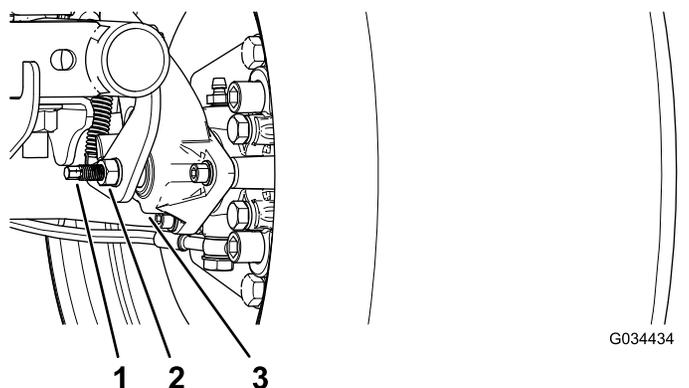

图 53
3. 使用 2 个扳手用 1 个扳手控制住制动盘上的调节杆用另一个扳手将锁紧螺母拧松 1/4 圈 图 53。
4. 在将调节杆和锁紧螺母固定在位的同时旋入调节杆直至旋紧 图 53。
5. 在将调节杆和锁紧螺母固定在位的同时向回倒旋 1/4 圈 图 53。
6. 在将调节杆和锁紧螺母固定在位的同时拧紧锁紧螺母 图 53。